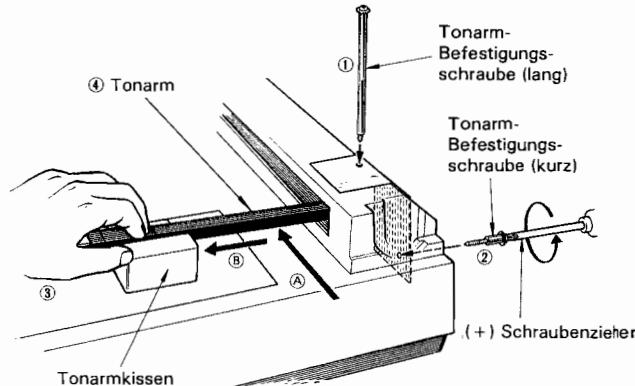

Fig. 16
2. Das Tonarm-Polster ③ unter den Tonarm in Pfeilrichtung ④ schieben, wie in Abb. 16 gezeigt. Das Tonarm-Polster in Pfeilrichtung ⑤.